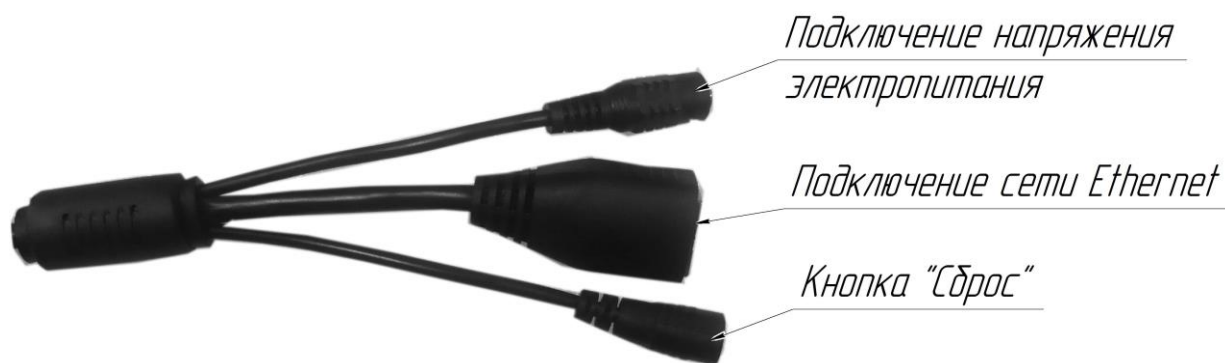

Рисунок 3 – Кабели подключения IP-видеокамеры SDP-858I
- продеть провода видеокамеры через отверстие внутренней части кронштейна СХН-120. Провода должны включать кабель питания, провод Ethernet и кнопку «Сброс» (рисунок 3);